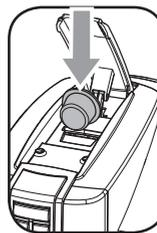

Fig.2
- 3- Introduceți capsula conform indicației din imagine (Fig.2).